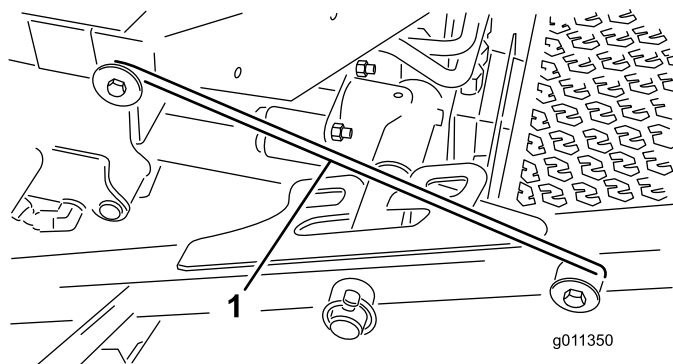

Figura 7
4. Desenganche la varilla de bloqueo (Figura 7) del enganche del bastidor de tiro delantero.
5. Levante la parte exterior de las plataformas de corte delanteras y coloque la varilla sobre el perno del bastidor montado en la parte delantera de la plataforma del operador (Figura 7).